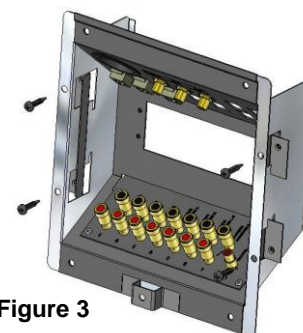

Figure 3
- F. Une fois que tous les câbles ont été connectés à l'arrière du HECC, insérer le HECC dans l'ouverture de la cloison et installer un support dans chaque fente aménagée de chaque côté du HECC, puis installer des vis dans les deux trous au centre de chaque bride latérale pour fixer le HECC sur les supports (voir **Figure 3**).